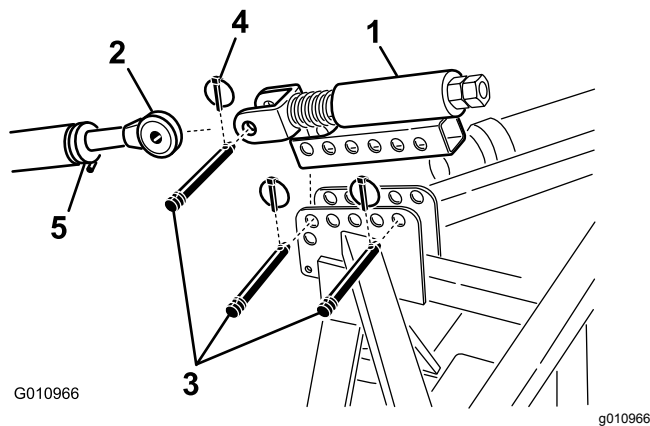

图9
1. 使用 2 个连杆销和保险销将弹簧加载顶部连杆安装到打孔机支架上图9。
2. 拧松主机上连杆上的锁紧螺母。调节上连杆的长度直至其与打孔机弹簧加载顶部连杆上的柱销对齐图9。
3. 将主机上连杆连接到弹簧加载顶部连杆上的柱销并用连杆销和保险销将其固定图9。
6. 旋紧上联杆直至弹簧被压缩约 13mm 图9。